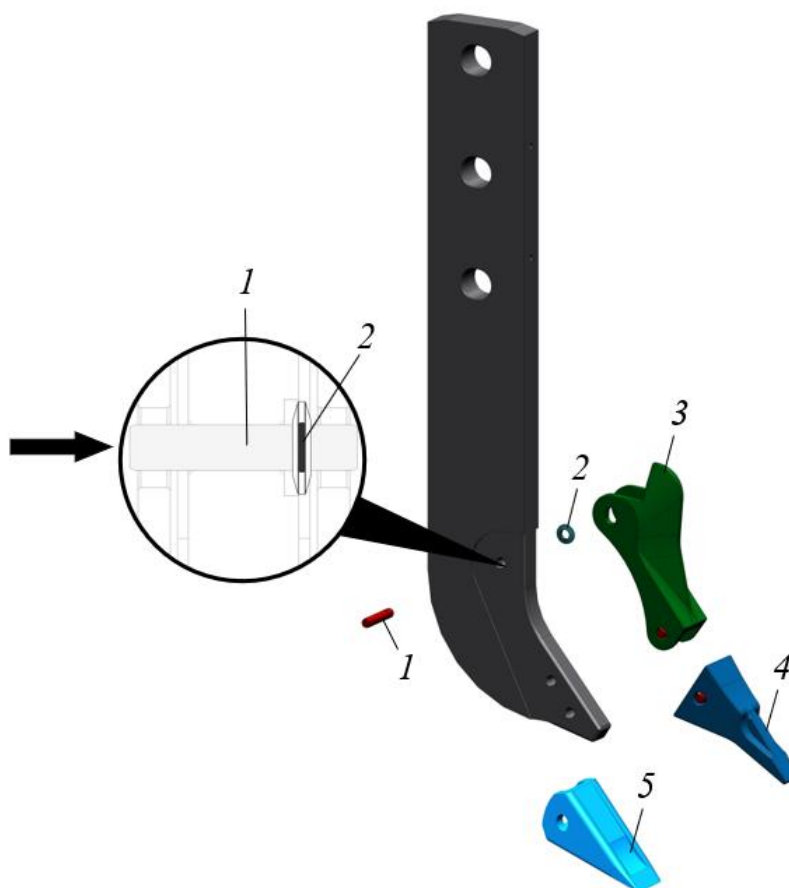

Рисунок 5.93. Процедура замены протектора и наконечника
- ▶ Используя подходящую выколотку выбить пальцы 1, удерживающие наконечник (коронку) 4 или 5 и протектор 3 на ноже рыхлителя, см. рис. 5.93. Выбивать палец удобнее и быстрее со стороны, где установлено стопорное кольцо.
- ▶ При установке асимметричном наконечника на нож рыхлителя выемка на наконечнике должна быть обращена вверх, см. поз. 4 (рис. 5.93).
- ▶ Установить протектор и в совмещенные отверстия запрессовать палец 1. Запрессовку пальца производить с противоположной стороны, где установлено стопорное кольцо (см. местный вид на рис. 5.93 направление установки пальца показано стрелкой).
- ▶ Установить наконечник 4 или 5 на нож рыхлителя аналогично протектору. Асимметричный наконечник устанавливается выемкой вверх, см. поз. 4 рис. 5.93.